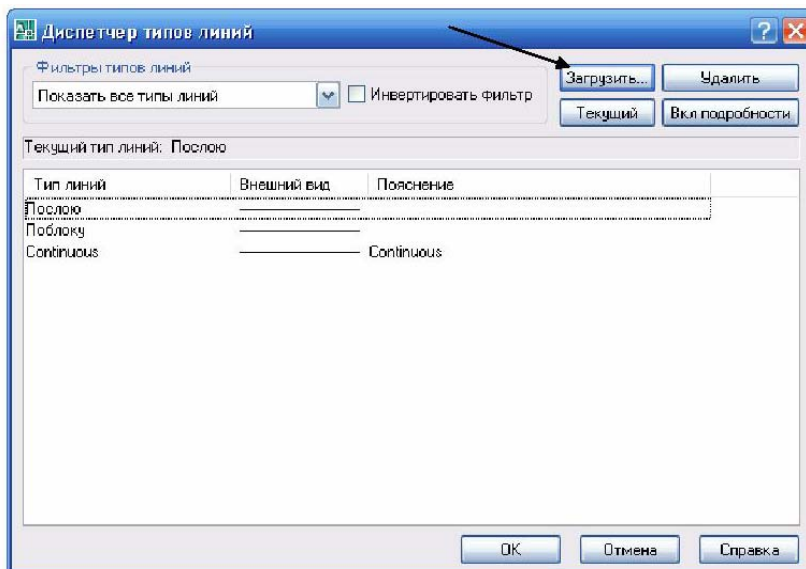

Рис. 1.13. Вікно «Диспетчер типов линий»
2. У діалоговому вікні «Диспетчер типів ліній» натиснути кнопку «Загрузить» (рис. 1.13).